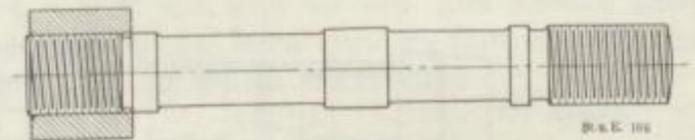

Abbildung 11.
z. B. beim Nickelstahl unbedingt erforderlich ist, wieder aufgehoben werden. Ist man also nicht sicher, ein ganz einwandfreies Schmiedestück zu erhalten, so wird es zweckmäßiger sein, die Schrauben in der Weise herzustellen, daß man einen glatten Bolzen auf der einen Seite mit einem fest aufgeschraubten Kopf versieht, den man zur Sicherheit noch vernieten kann (Abbildung 11). Man erhält auf diese Weise wenigstens